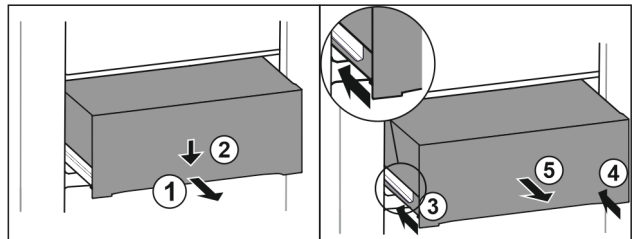

Fig. 155
- ▶ Вытяните выдвижной ящик наполовину. Fig. 155 (1)
- ▶ Вдавите выдвижной ящик в передней части вниз. Fig. 155 (2)
- ▶ Задвиньте левую направляющую прим. на 2 см. Fig. 155 (3)
- ▶ Задвиньте правую направляющую прим. на 2 см. Fig. 155 (4)
- ▶ Извлеките выдвижной ящик движением вперед. Fig. 155 (5)